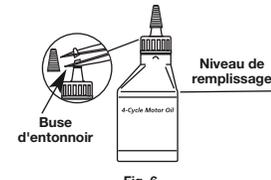

Fig. 6
Votre appareil est livré avec une bouteille d'huile SAE 30 SF, SG, SH de 60 ml (2,2 oz) (Fig. 6).
- Dévisser le bouchon de la bouteille d'huile et retirez le papier couvrant l'ouverture. Remplacez le bouchon. Coupez la pointe de la buse de l'entonnoir (Fig. 6).